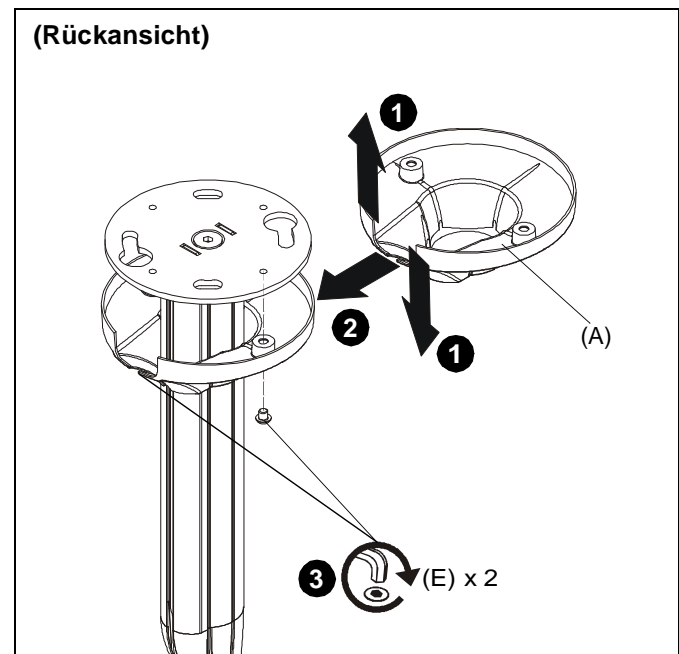

Abb. 22
1. Bewegen Sie die Deckenplattenabdeckung (A) so, dass sie die Ausziehsäule umschließen kann. (Siehe Abb. 22)
2. Hüllen Sie die Deckenplattenabdeckung (A) um die Ausziehsäule. (Siehe Abb. 22)
3. Verwenden Sie zwei M6 x 6-mm (7/32")-Halbrundkopfschrauben (E) um die Deckenplattenabdeckung (A) an der CPA116-Platte zu fixieren. (Siehe Abb. 22)